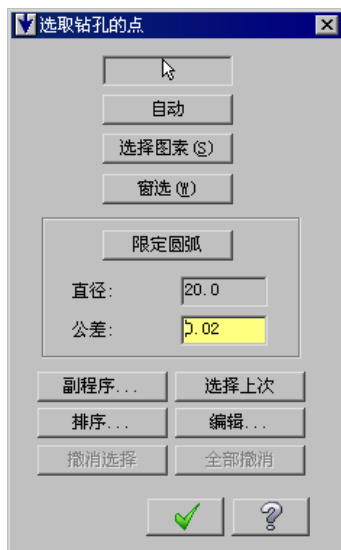
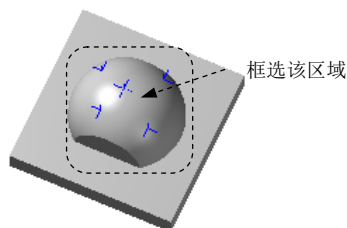

图 12.4.4 “选取钻孔的点”对话框
图 12.4.5 选取钻孔点
Step2. 在 **图形类型** 下拉列表中选择 **点** 选项, 然后单击其后的 按钮, 系统弹出图 12.4.4 所示的“选取钻孔的点”对话框; 单击 **窗选(W)** 按钮, 在图形区选取图 12.4.5 所示的所有点, 单击“选取钻孔的点”对话框中的 按钮, 系统返回至“多轴刀具路径 - 钻孔”对话框; 在 **循环方式** 下拉列表中选择 **深孔啄钻(G83)** 选项, 其他参数采用系统默认设置值。